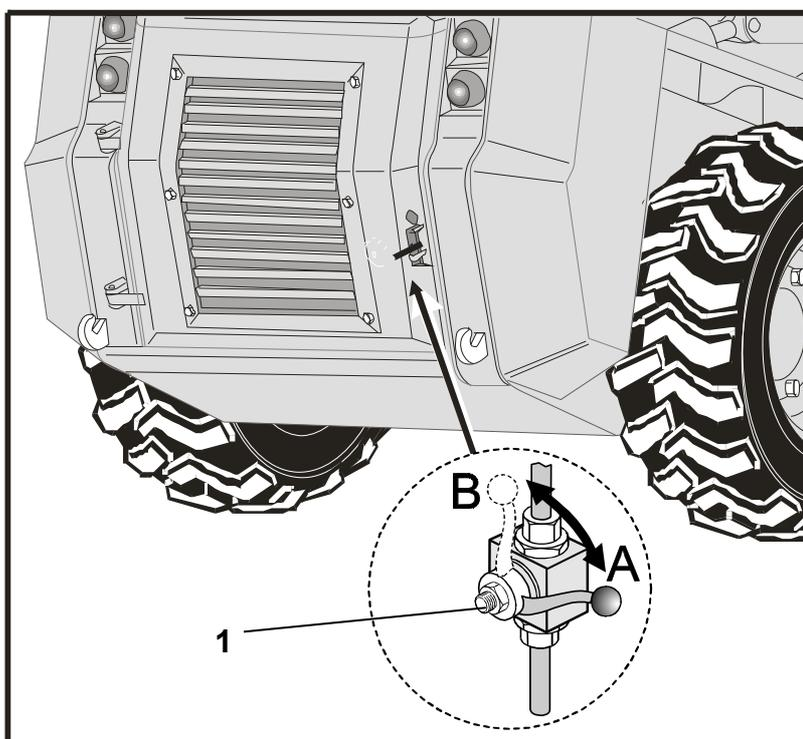

Рис. 43– Аварийное опускание стрелы
После полного стока масла опускайте стрелу системой аварийного опускания при помощи ослабления клапана 1 рис. 43. При замене масла следите за максимальной чистотой. Масло наполняйте через фильтр с чистящей способностью 10 мкм. Правильный уровень масла определен положением маслоуказателя на баке. Включите двигатель и проведите движение рабочим оборудованием так, чтобы вся система наполнилась маслом. Масло снова дополните в баке до половины высоты маслоуказателя.
- осторожно откройте кран 1 (рис. 43) из положения **A** в положение **B**